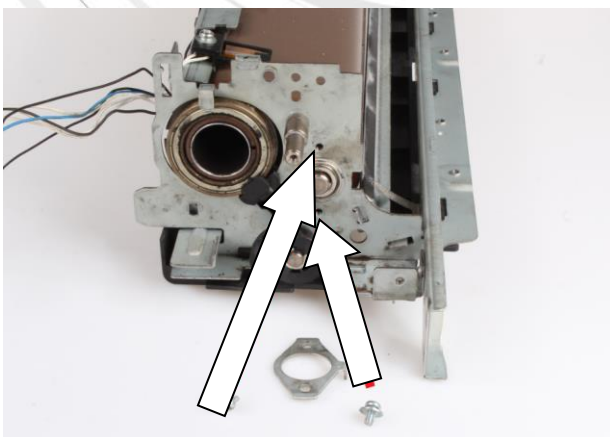

**Rysunek 46** Śrubka mocująca wspornik metalowy boczny prawy
24. Odkręcamy wsporniki boczne – metalowe z obu stron. Rys.46,47